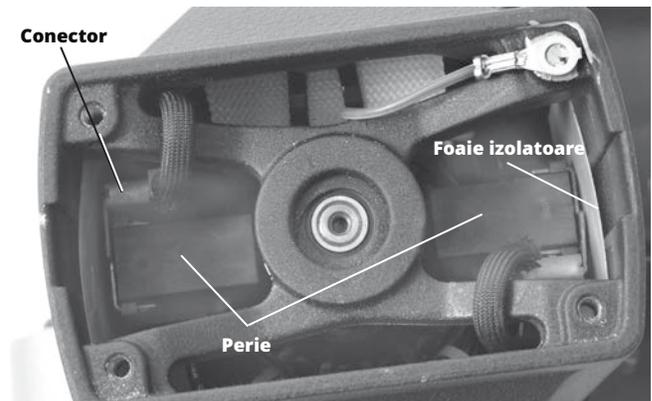

Figura 28 - Amplasarea periiilor - Capacul motorului îndepărtat
3. Cu ajutorul unui clește, extrageți drept periiile motorului. Detașați conectorul. (Vezi figura 28)